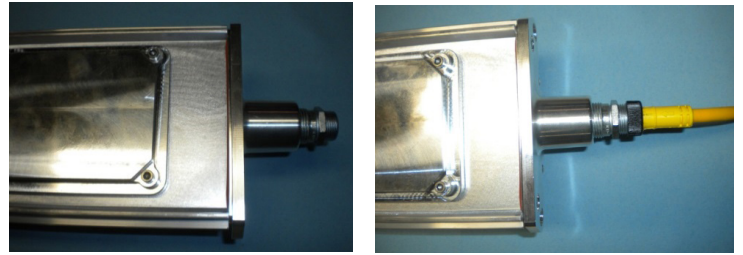

Figure 17
11. Placer le nouveau circuit de commande dans le luminaire. S'assurer que les fils conducteurs des panneaux à DEL sont bien rangés dans le boîtier et que les connecteurs des fils d'entrée et du gradateur sont placés dans le chemin de câbles sous le circuit de commande et qu'ils sont acheminés dans la zone de câblage d'entrée. (Voir la figure 17.)